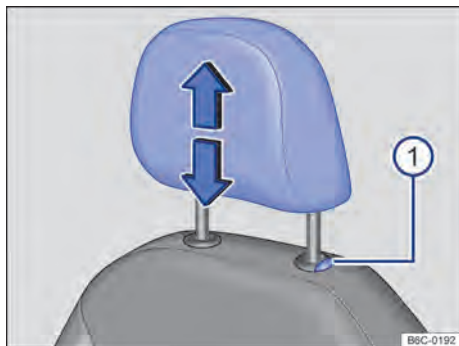
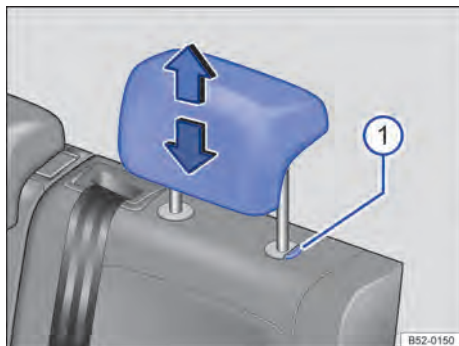

Fig. 70 Apoio para cabeça dianteiro: ajustar.
Fig. 71 Apoio para cabeça traseiros: ajustar.
- Deslocar o apoio para cabeça para cima ou para baixo na direção da seta com o botão → Fig. 70 ❶ ou → Fig. 71 ❶ pressionado → ⚠️ em *Introdução ao tema* na página 90.